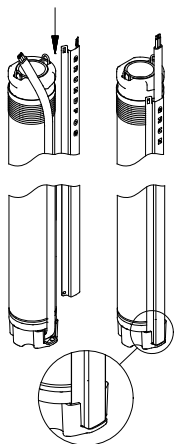

Рис. 16 Установка защитной планки кабеля
2. Установите защитную планку в желобок штекера. Две лапки защитной планки кабеля должны войти в зацепление с верхней кромкой гильзы насоса. См. рис. 16.